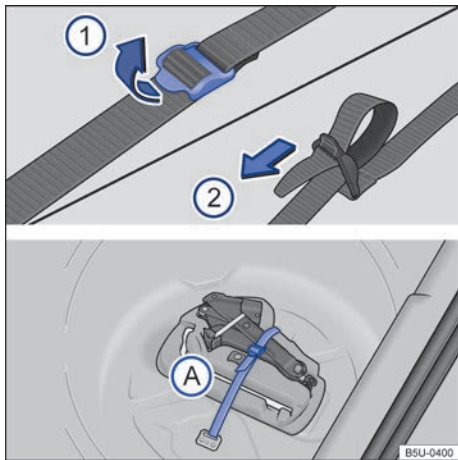

Fig. 121 En el maletero: cinta de fijación de la caja de herramientas y caja de herramientas de a bordo.
Para soltar la cinta de fijación → fig. 121 (A), tirar de la hebilla en el sentido de la flecha ①.